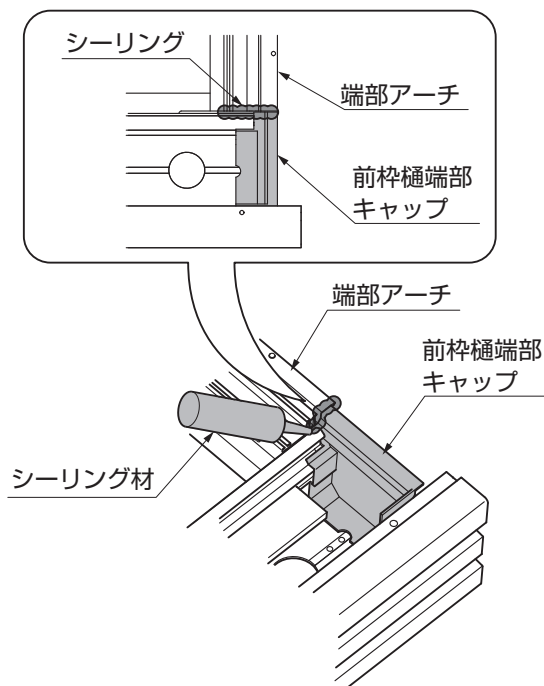

図5-11 シーリング箇所
- ③前枠樋端部キャップと前枠・端部アーチの連結部にシーリングをしてください。(図5-11参照)